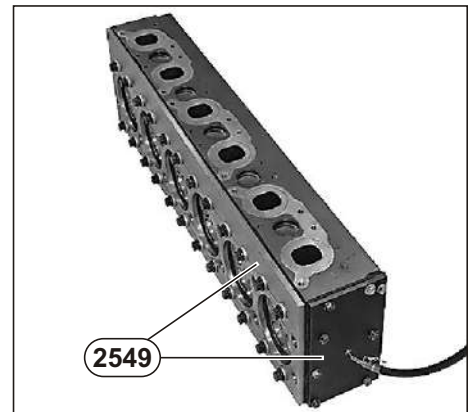

Рис. 57. Проверка головки блока цилиндров на герметичность.
2. Проконтролировать герметичность головки блока цилиндров перед установкой. Присоединить приспособление **2549** с давлением воздуха в 6 бар, погрузить головку в горячую воду (80° С) и убедиться в отсутствии пузырьков (см. **Рис. 57**).